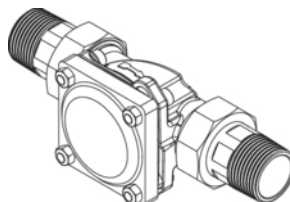

Abb. 6: Schrauben angezogen
5. Das am Umgehungsventil hängende Gerät leicht **im** Uhrzeigersinn drehen, um die Schrauben in den Bohrungen des Umgehungsventils einzurasten (Befestigungsprinzip siehe Abbildung 6).